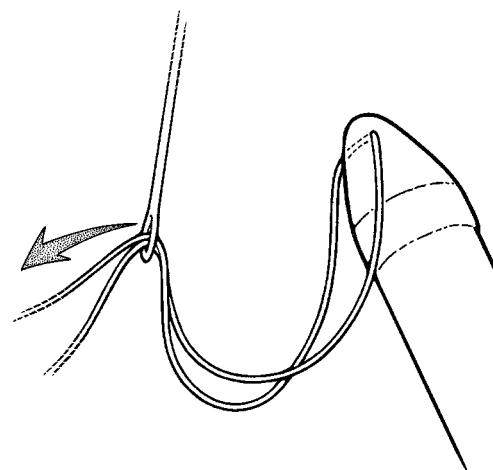

Figura 4-12. Inserción de la sutura de tracción en la aguja de Keith
3. Retire el obturador a la posición “retraída” o “bloqueada”. Pase ambos extremos de la sutura de tracción de los cilindros (aproximadamente 10 cm) por el ojo de una aguja de Keith en forma de relámpago (**Figura 4-12**).